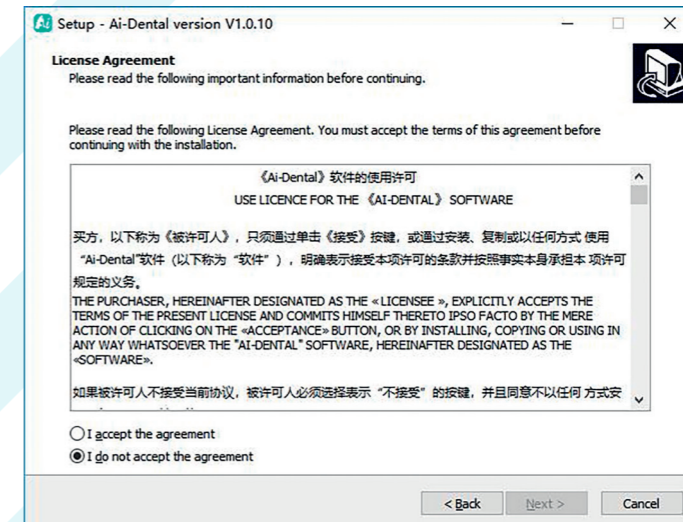

Figura 5
4.1.4 Lea el acuerdo de licencia del software, acepte este acuerdo y haga clic en «Acepto el acuerdo», haga clic en Siguiente para continuar la instalación, si no está de acuerdo con este acuerdo y haga clic en «No acepto el acuerdo» para salir del programa de instalación, como se muestra en la Figura 5.